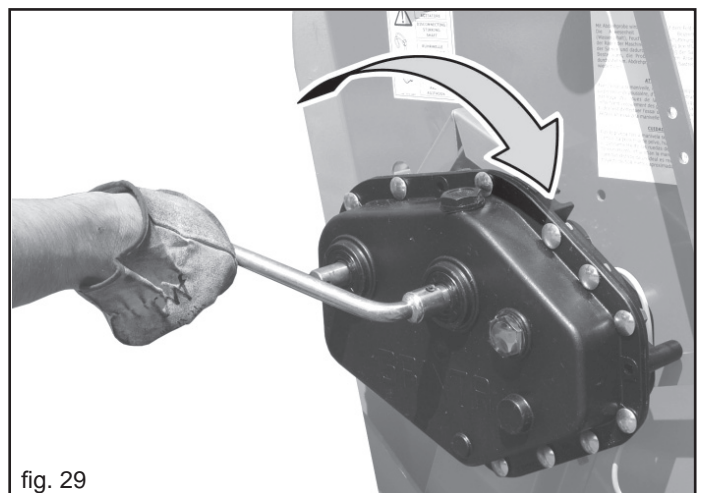

fig. 29
- 4) Inserire la manovella (Fig. 29) nell'alberino del cambio e girare in senso orario.